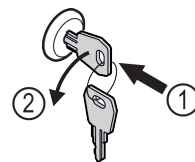

Fig. 182
- ▶ Vajutage võti sisse. Fig. 182 (1)
- ▶ Keerake võtit 90° vastupäeva. Fig. 182 (2)